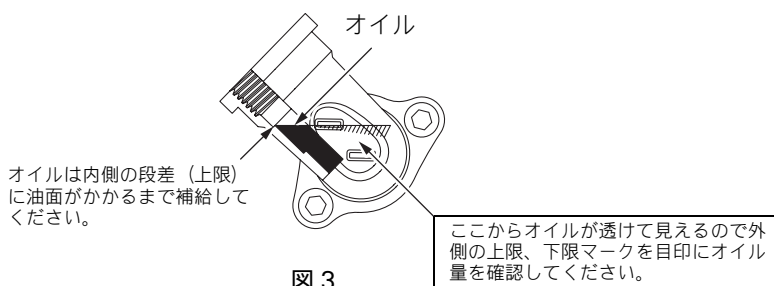

図 3
- 不足している場合（下限位置付近までオイル油面位置が低い場合）は、上限位置までオイルを補給してください（図 3）。
- (1) エンジンを水平にし、オイルキャップをはずしてください。
- (2) オイルを上限位置まで補給してください(前頁図 3)。注入の時は、オイルボトルを使用してオイルを注入してください。
- (3) オイルキャップを確実に締め付けてください。締め付けがゆるいとオイルが漏れることがあります。